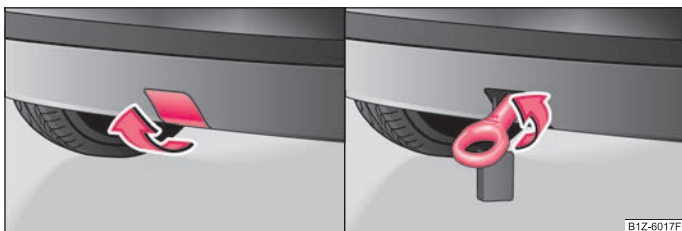

Fig. 142 Paragolpes trasero: Desmontaje de la cubierta/montaje de la argolla de remolque
- Retire la cubierta del paragolpes trasero ⇒ fig. 142 - lado izquierdo.
- Enrosque manualmente la argolla de remolque girándola hacia la izquierda hasta el tope ⇒ fig. 142 - lado derecho. Para apretar se recomienda p. ej. una llave de rueda*, una argolla de remolque de otro vehículo u otro objeto similar que se pueda introducir en la argolla.